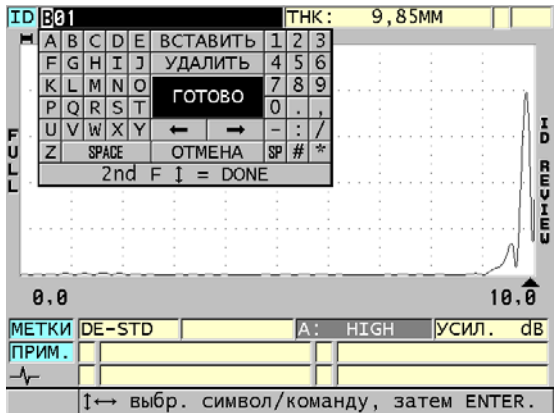

Рис. 11-28 Режим редактирования ИД #
4. Повторно нажмите клавишу [ID#] и отредактируйте значение ИД (см. Рис. 11-28 на стр. 208).